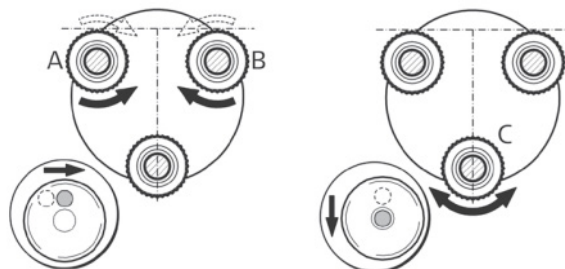

Рис. 2
2. Поворачивайте подъемные винты (7) А и В одновременно в противоположных направлениях, затем поворачивайте винт С, пока пузырек уровня (11) не окажется в центре (рис. 2).